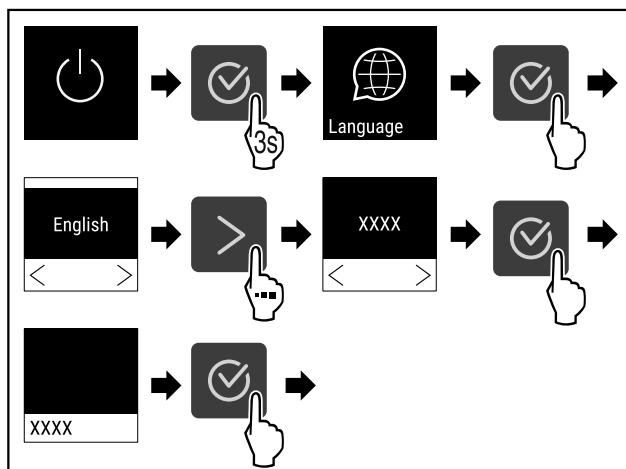

Fig. 55
- ▶ Stappen (zie Fig. 55) uitvoeren.